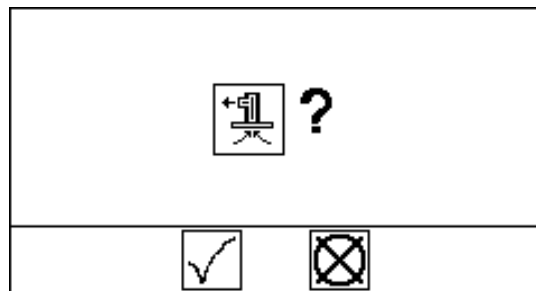

Рис. 21. Подтверждение заправки
5. Нажмите кнопку заправки насоса . На экране отобразится запрос подтверждения. См. Рис. 21. Для запуска заправки выберите .